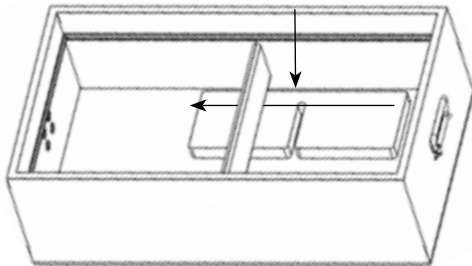

Abbildung 24
2. Drehen Sie die Sitzkiste um und legen Sie den Schaumstoffabstandshalter mit dem PSA-Papier nach oben auf den Boden. Schieben Sie diesen unter die Holzrippe in der Mitte. Siehe Abbildung 24.